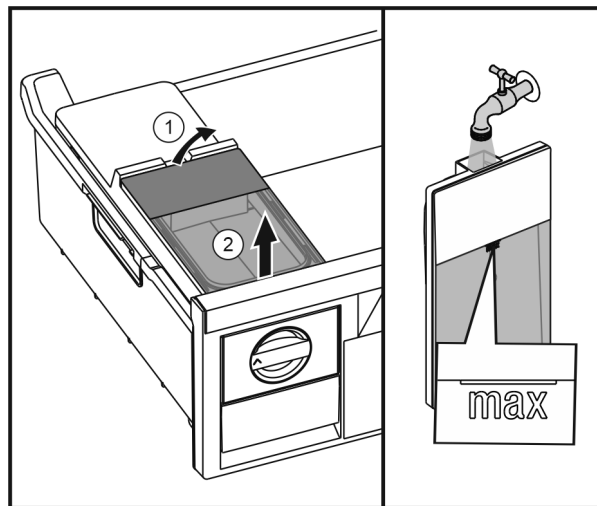

Fig. 22
- ▶ Zvedněte vzadu nádržku na vodu Fig. 22 (1) a poté ji vyjměte směrem nahoru Fig. 22 (2).